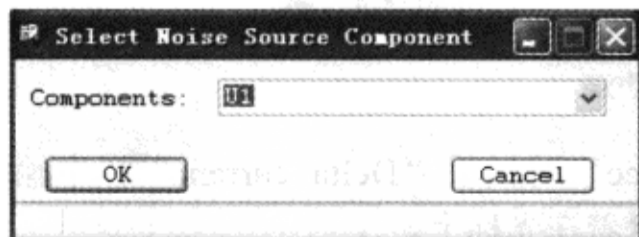

图 10-7-70 “Select Noise Source Component”对话框
(8) 在“Select Noise Source Component”对话框中单击“OK”按钮，如图 10-7-70 所示。